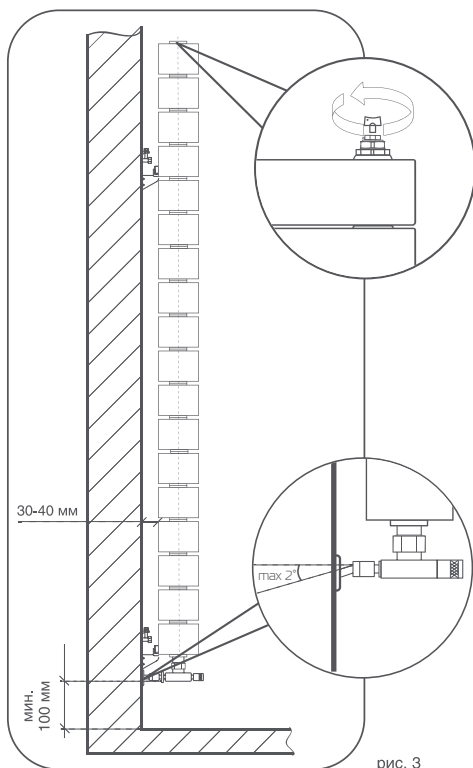

рис. 3
1. Для эффективной работы радиатора необходимо соблюдать монтажные расстояния, указанные на рис. 3